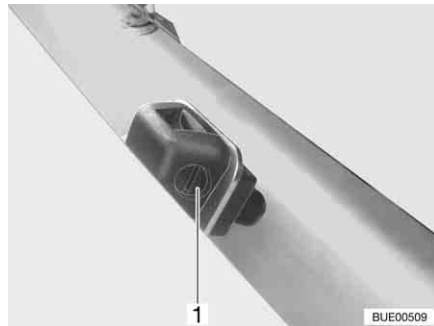

Fig. 41 Injetor do limpador para-brisas
- Com uma chave de parafusos adequada, rode o parafuso de regulação (Fig. 41,1), até ter conseguido a posição desejada.